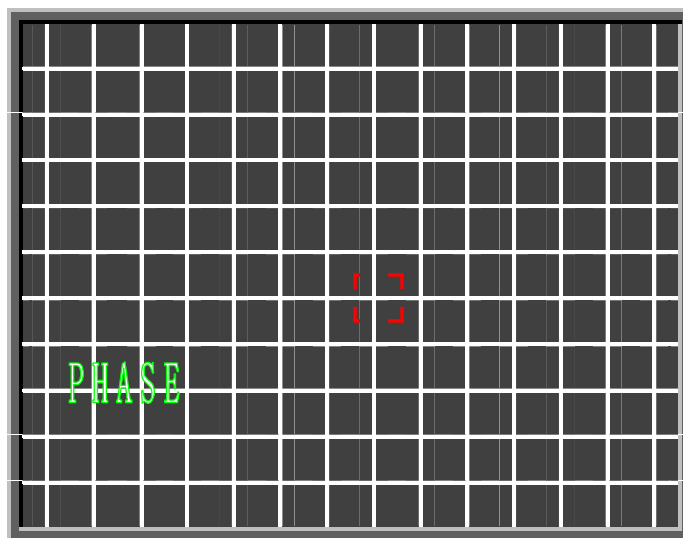

图 1(完全正常会聚网格)
● 会聚完全正常时，进入会聚调整状态后的会聚网格显示应如图 1 所示：即每一条红、绿、蓝三色完全重合的白色会聚线均应为直线且与屏幕边框平行。（此会聚网格屏显示意图只是对三色会聚线完全重合和会聚直线与屏幕边框平行状态的示意，每一台整机的会聚线数目、分布情况及屏幕形状以实际状态为准）
2. 按遥控器上的“BBE”键，即进入会聚调整模式，若会聚完全正常，屏显会聚网格状态应是如图 1 所示的红、绿、蓝三色完全重合的白色会聚网格和红色的光标；